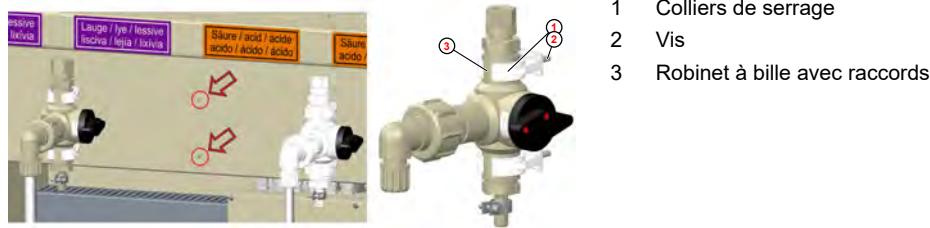

Fig. 11 : Montage du robinet de prélèvement de produit
1. ➤ Monter les deux colliers de serrage (repère 1) avec les vis (repère 2) à l'emplacement prévu à cet effet (Fig. 11 , flèche) sur la console du tableau de pompe ELADOS.